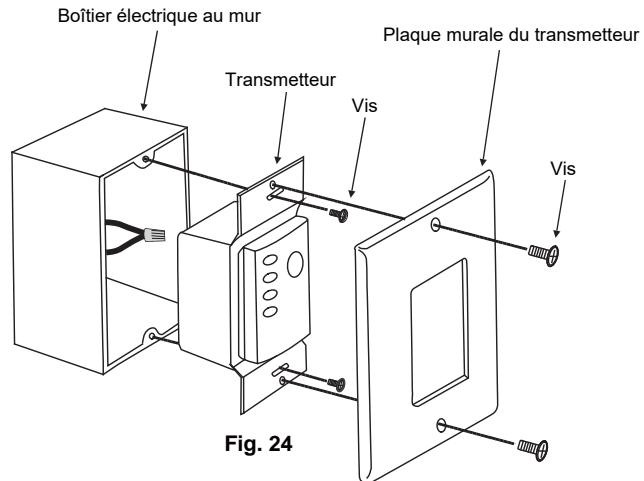

Fig. 24
**Étape 2.** Utiliser les vis fournies pour installer le transmetteur dans le boîtier électrique mural (**Fig. 24**).
**Étape 3.** Utiliser les vis fournies pour installer la plaque du transmetteur mural (**Fig. 24**).